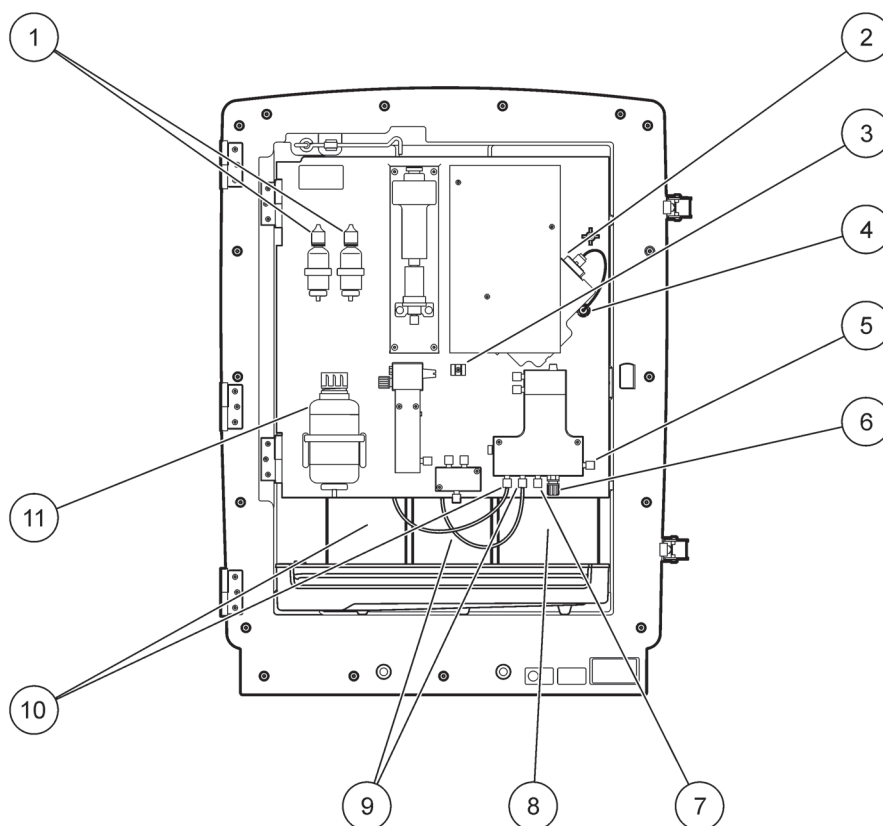

Рисунок 17 Химические препараты и реагенты в анализаторе AMTAX sc (для подробной информации смотрите Таблица 3 на стр. 31)
1. Поместите контейнеры с реагентами в прибор (Рисунок 17).